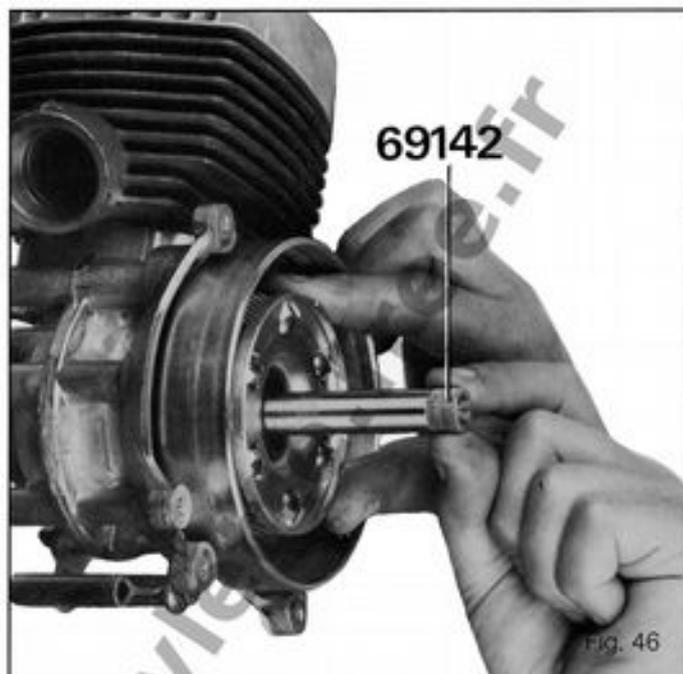

Fig. 46
- Rondelle embrevée (D).
- Entretoise (Y).
- Visser en bout de vilebrequin la douille taraudée 69142, mettre en place la poulie (A) équipée des mâchoires (*figure 46*).